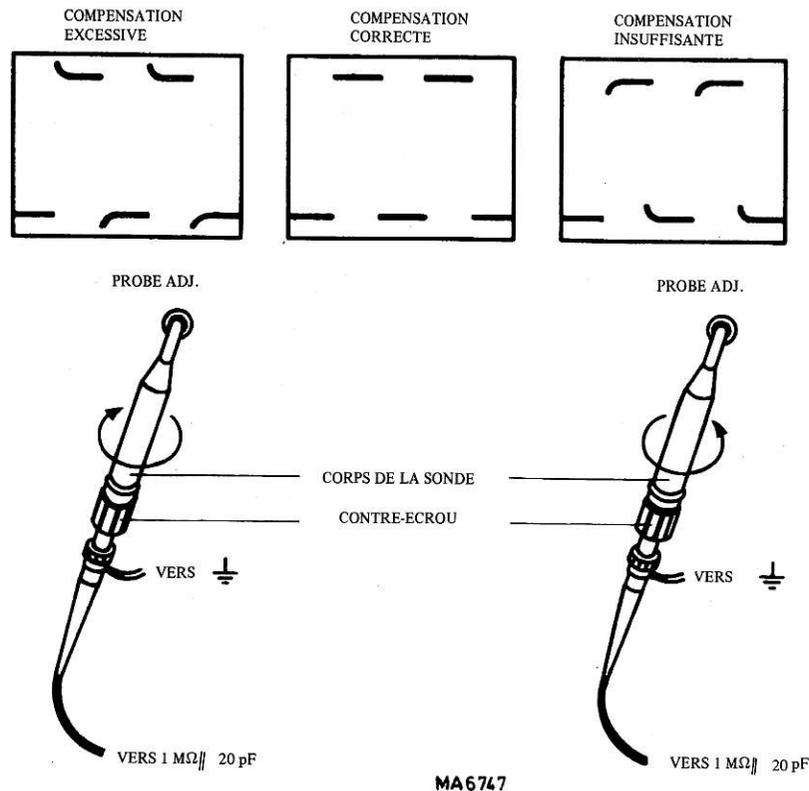

Fig. 5. Réglage sonde atténuatrice
- Fixer le câble de mesure à BU4 et placer la pointe de la sonde atténuatrice sur BU1 (voir fig. 5).
- Introduire un petit tournevis par le trou de la boîte de compensation et ajuster le trimmer de façon à obtenir une compensation correcte comme le montre la fig. 5.